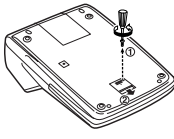

Fig. 1
- Retire la cubierta de la pila de la parte posterior de la unidad. (Fig. 1)